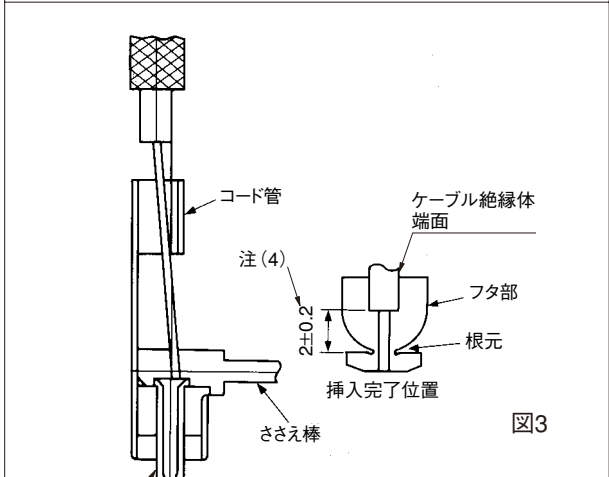

図3
- (1) 図3のようにケーブル中心導体をコネクタのコード管に通し、次に雄端子の穴に挿入する。この時、コード管はケーブル絶縁体と外部導体との間に挿入されていること。
- 注(3) ケーブル外部導体が、コード管上に均一に拡がるようにすること。
- 注(4) 挿入終了時にケーブル中心導体は雄端子端面より、2mm程度出ていること。